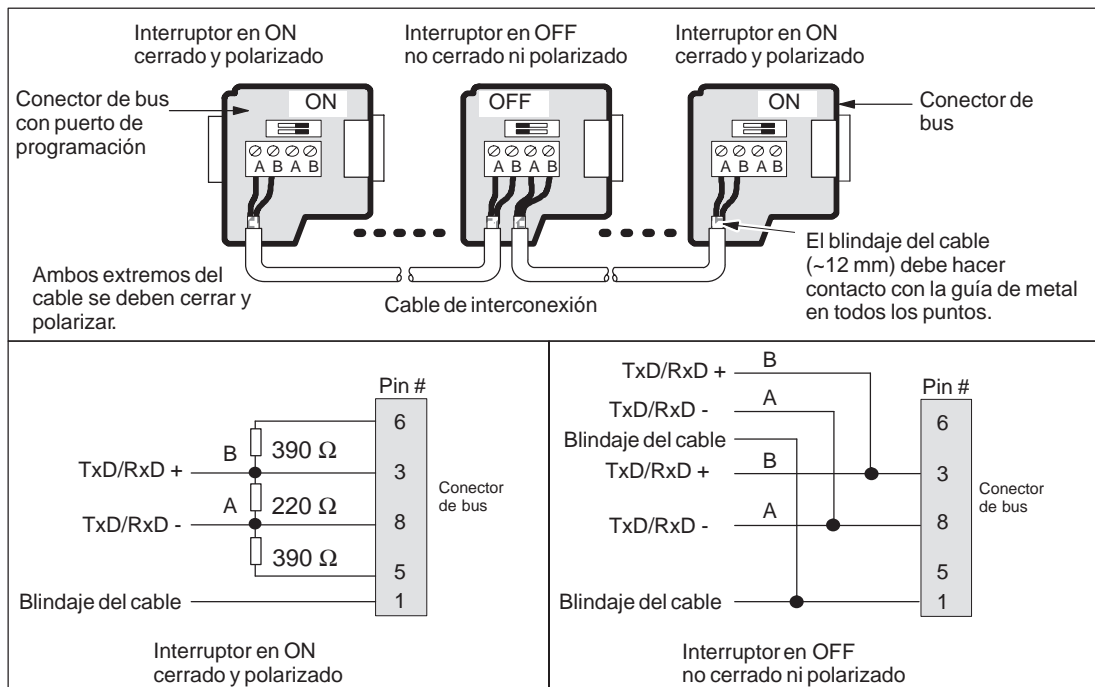

Figura 7-23 Polarizar y cerrar el cable de interconexión
- Si hay varias CPUs conectadas al módem remoto se necesitará un conector de puerto de programación Siemens en una red PROFIBUS (la figura 7-23 muestra cómo polarizar y cerrar los cables de interconexión).